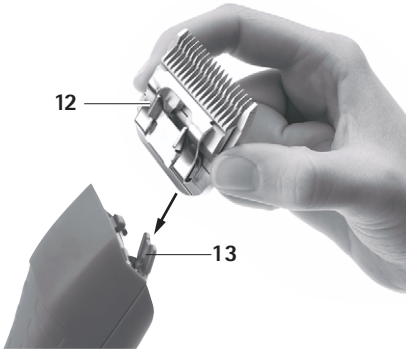

Fig. 2
- Sätt klipphuvudet 12 på det öppna knivlocket 13, se Fig. 2.
- Tryck klipphuvudet 12 lätt mot klippmaskinen FAV5 CL/FORTIS, se Fig. 2.